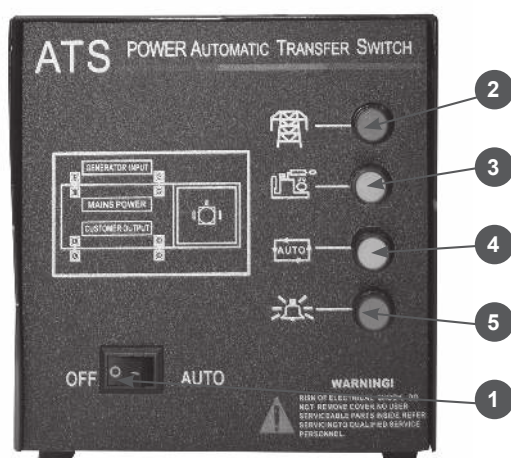
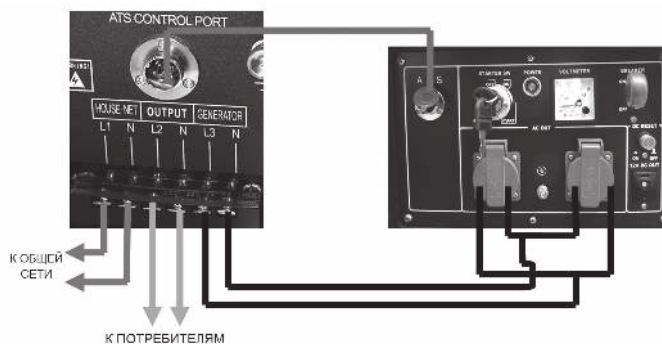

Рис.12
Рис.14
Схема подключения блока А.Т.С. показана на Рис.14.
После подключения блока А.Т.С. согласно схеме (Рис.14), установите выключатель блока (1) Рис.12 в положение AUTO.
При невозможности запуска генератора после трех попыток, система А.Т.С. остановит программу и загорится лампочка индикатора ошибок (5) Рис.12. В этом случае необходимо проверить и устранить проблему запуска двигателя, а затем перезапустить систему А.Т.С. Для этого необходимо выключатель (1) Рис.12. установить в положение OFF и через 2-3 сек. вновь установить в положение AUTO.